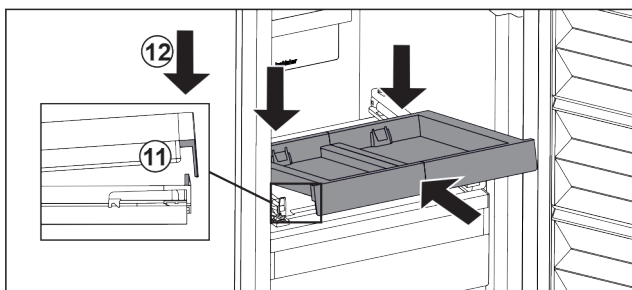

Fig. 142
- Gurnite ukoso. Pazite na to da je na obje strane graničnik iza jezička. Fig. 142 (11)
- Spustite izvlačnu ploču naprijed. Fig. 142 (12)